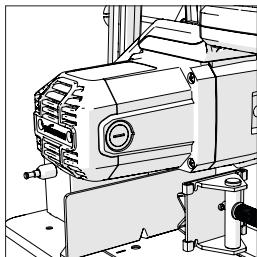

Fig. 13
- Skruva av plastlocken som finns på motorns baksida (**Fig. 13**). Var försiktig, locken är fjäderbelastade.